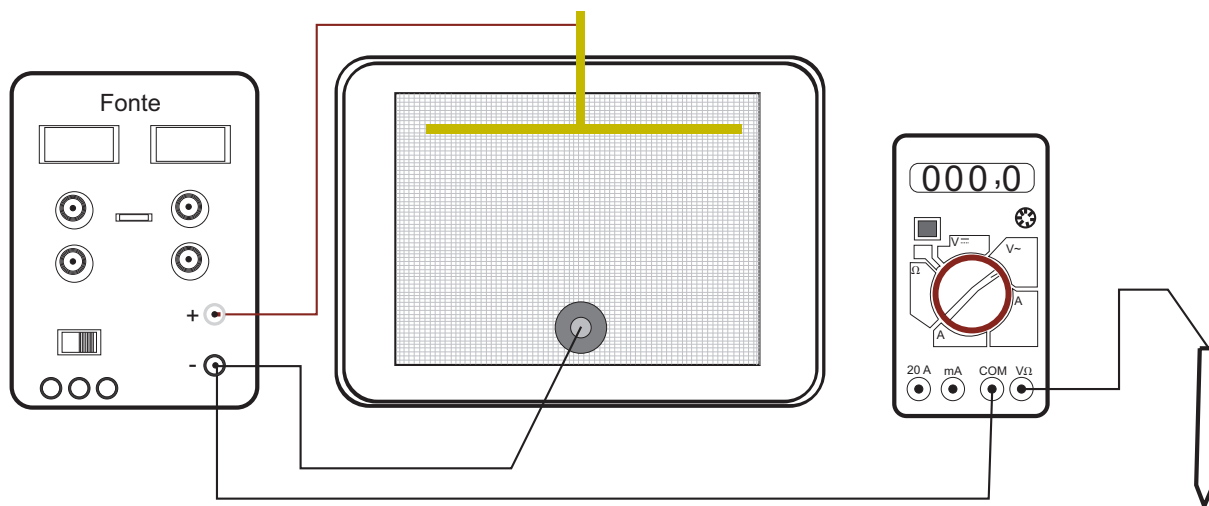

Figura 6: Esquema para montagem experimental utilizando dois eletrodos, um com geometria cilíndrica e o segundo com geometria retangular.
1. Refaça o experimento para o caso de eletrodos barra e um disco como na Figura 6.